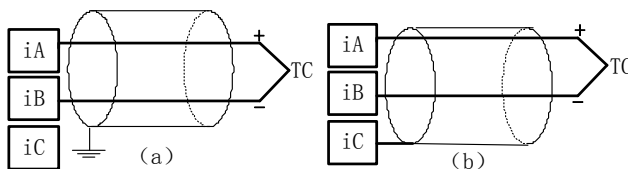

图 4-2-21 热电偶输入接线方法
(2) 热电偶传感器：热电偶传感器输入（如 K 型）为两线制接线方式，建议采用 0.5mm² 规格的双芯屏蔽补偿导线，将热电偶传感器的正极和负极分别连接到 iA 端子和 iB 端子。屏蔽端可以连接电源地，如图 4-2-21 (a) 所示。也可以连接控制器的测量地 iC 端子上，如图 4-2-21 (b) 所示。